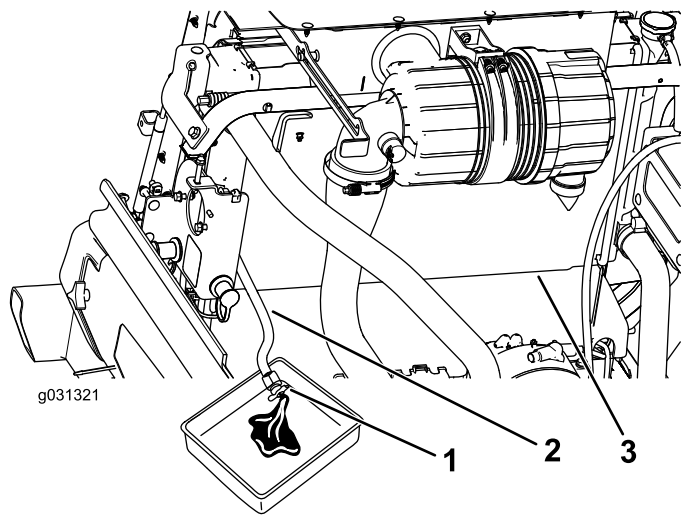

Figura 90
3. Coloque la manguera de vaciado del radiador en un recipiente de drenaje, abra la válvula de vaciado de la manguera del radiador, y vacíe el fluido en el recipiente de drenaje (Figura 90).
4. Cierre la válvula de la manguera de vaciado del radiador (Figura 90).